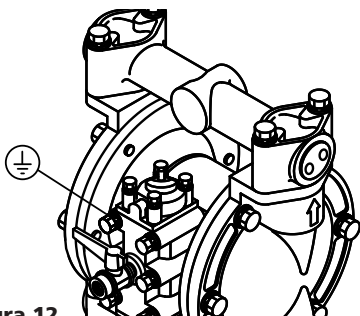

Figura 12
1. Cuando instale la bomba, asegúrese de conectar el conductor de tierra en la posición especificada. Para ver la posición especificada para conectar el conductor de tierra, consulte la Figura 12.